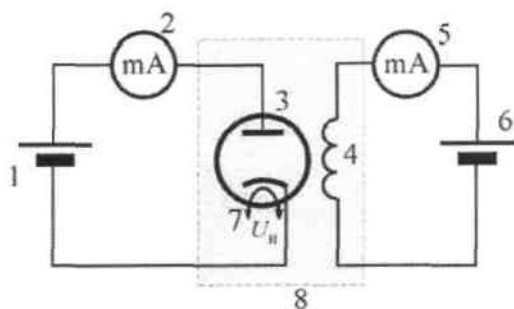
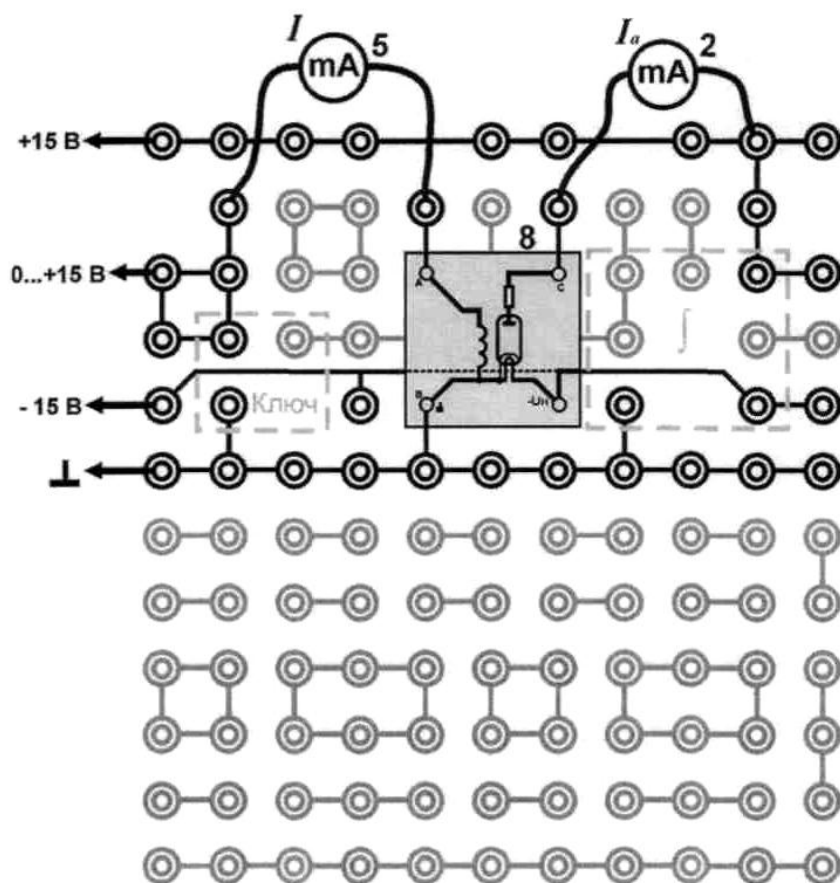

Рис. 5. Электрическая схема:
Рис. 6. Монтажная схема
Для определения удельного заряда электрона методом магнетрона собирают электрическую цепь, схема которой приведена на рис. 5, монтажная схема - на рис. 6.
1. Собрать электрическую цепь по схеме рис.6.